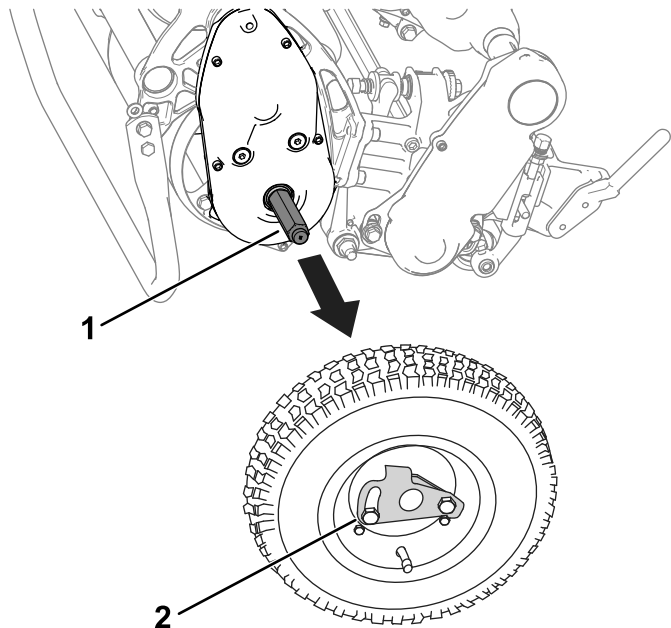

Рисунок 20
3. Снимите транспортные колеса, для этого отожмите стопоры колес и отсоедините их от осей (Рисунок 20).